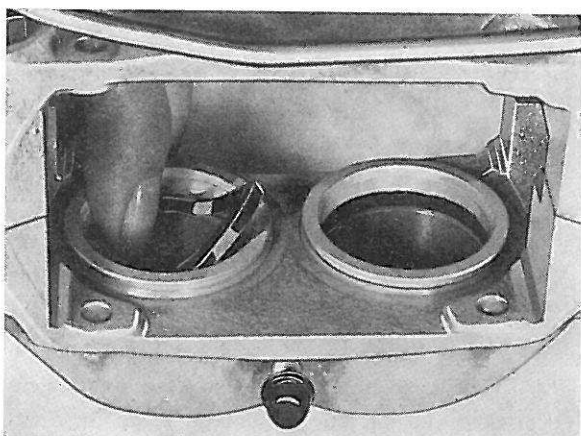

Figure 25. Mise en place d'un joint d'étanchéité
2. Mettre de nouveaux joints d'étanchéité aux cylindres, voir figure 25.